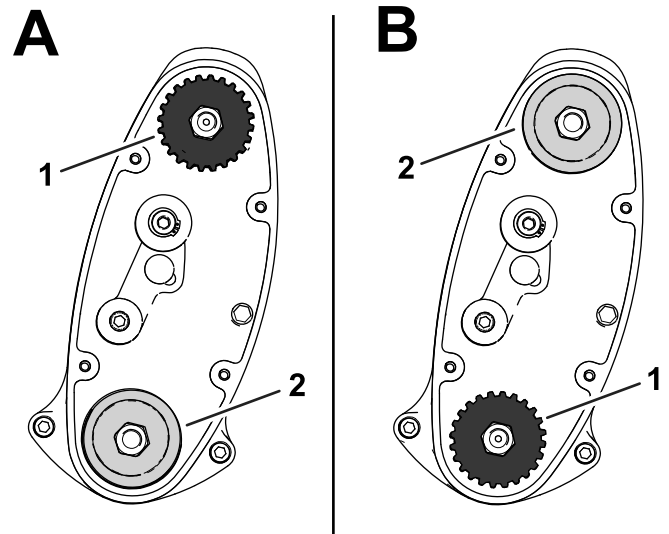

Bild 16
– **HOHE-Stellung:** "A" in **Bild 16**
– **UNTEN-Stellung:** "B" in **Bild 16**